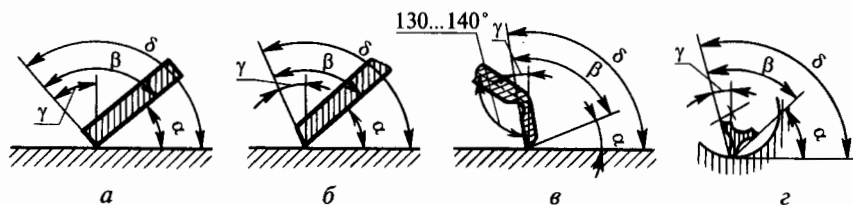

Рис. 4.3. Углы заточки шабера и его расположение относительно обрабатываемой поверхности:
10. Назовите углы (рис. 4.3), определяющие геометрию режущей части шабера и ее положение относительно обрабатываемой заготовки. Укажите, как величина этих углов влияет на качество обработанной поверхности: